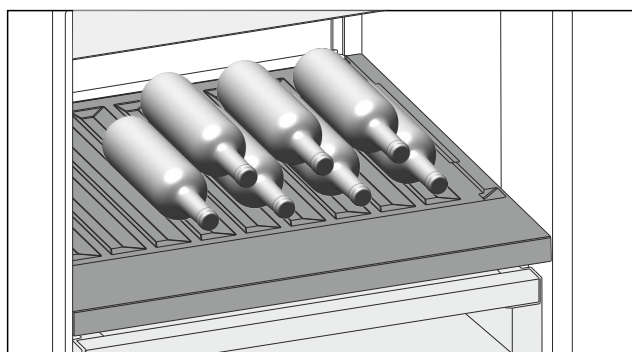

Fig. 142
- Introduceți sticlele cu fundul în spate, către peretele posterior. (vezi Fig. 142)